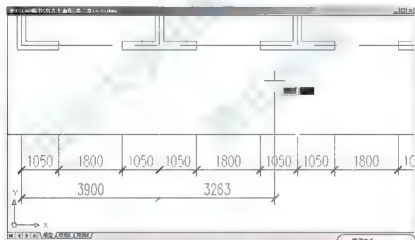

图 3.46 连续标注时自动连接到第一条标注的尺寸线上
(3) 执行菜单栏中的【标注】|【连续】命令, 执行连续标注操作, 光标自动连接到刚才用【基线】命令所标注的尺寸线上, 如图 3.46 所示。